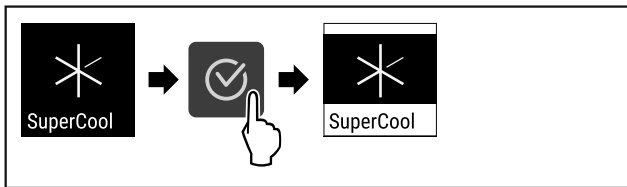

Fig. 90
- ▶ Выполните шаги действия (см. Fig. 90).